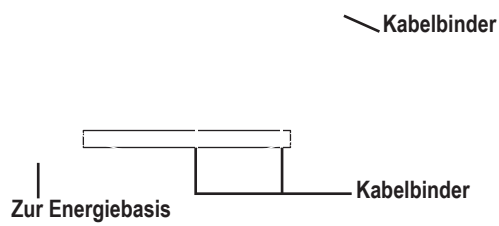

Bild 6. Verlegung des Controller-Kabelbaums auf einem Kontursitz
- Befestigen Sie die vier Sicherheitsgurte an den vorgesehenen Sicherungspunkten. **Siehe Bild 6 und 7.** Ziehen Sie die Sicherheitsgurte fest, so dass sie gut gestrafft sind.
11. Befestigen Sie den Controller-Kabelbaum mit Kabelbindern an der Armlehne. **Siehe Abbildung 6.**